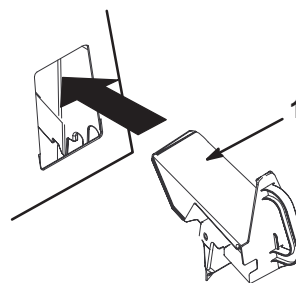

Figura 17
4. Inserite il tappo del Recycler nell'apertura, come illustrato nella Figura 17.